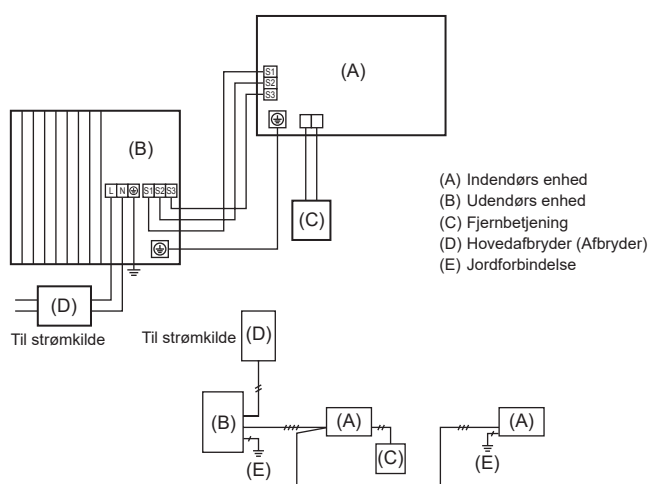
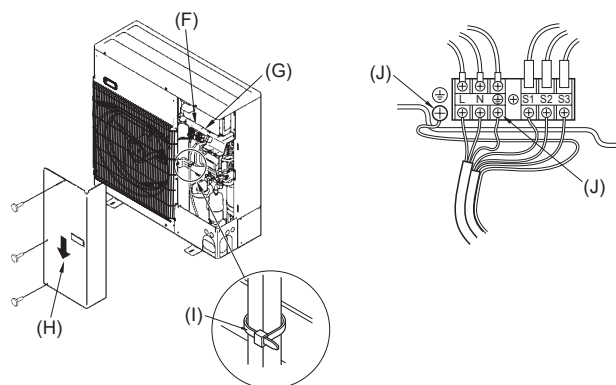

Fig. 6-1
Fig. 6-2
### 6.1. Udendørs enhed (Fig. 6-1, Fig. 6-2)
- (1) Afmonter servicepanelet.
- (2) Før kablerne som angivet i Fig. 6-1 og Fig. 6-2.